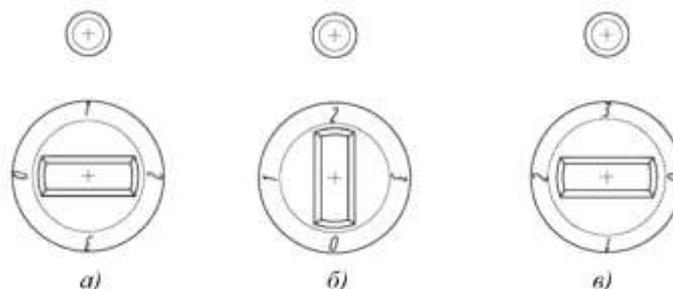

Рис. 8. Положения переключателя мощности:
- для включения необходимо поставить ручку переключателя конфорки в требуемое положение так, чтобы цифры «1», «2» или «3» находились в верхнем положении, что соответственно определяет степень нагрева: «слабый» (рис.8а), «средний» (рис.8б) или «сильный» (рис.8в). При этом арматура светосигнальная включается.